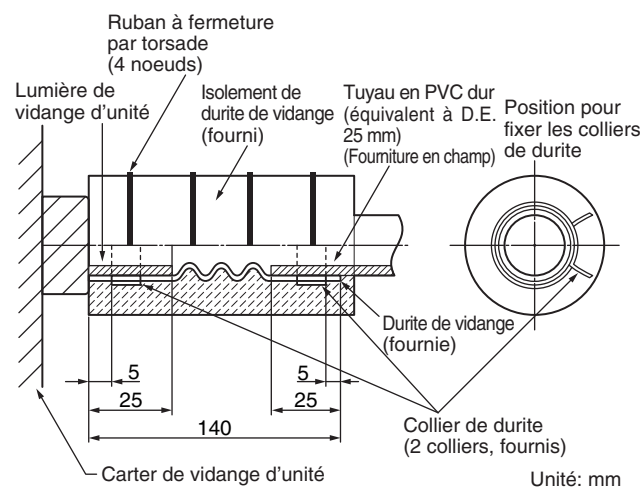

Fig. 3-22
- Fixer de manière que l'attache du collier flexible se trouve sur le côté de l'orifice de vidange. (Fig. 3-22)